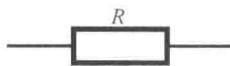

图 1-1-1 电阻器的一般图形称号
- (1) 按结构形式分为固定电阻器和可变电阻器（可调电阻器、电位器）。
- (2) 按制作材料分为碳膜电阻器、金属膜电阻器、线绕电阻器。
- (3) 按用途分为精密电阻器、高频电阻器、熔断电阻器和敏感电阻器，如图 1-1-1 所示。